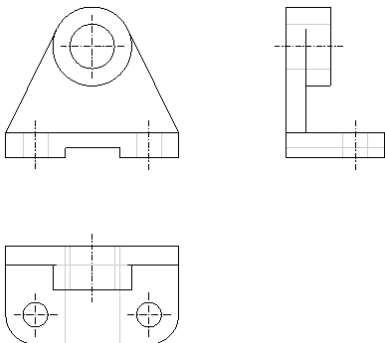
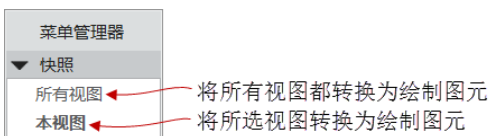
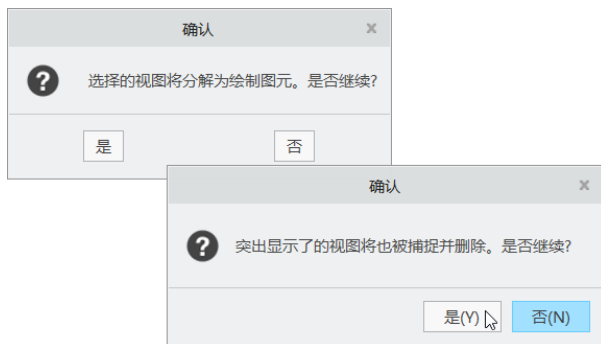

图 12-56 已有的三个绘图视图
图 12-57 “快照”菜单
图 12-58 确认信息
① 在“快速访问”工具栏中单击“打开”按钮，弹出“文件打开”对话框，选择配套文件“bc12_5_7.drw”，然后单击“文件打开”对话框中的“打开”按钮。在该工程图文件中已经存在着图 12-56 所示的三个视图。
② 在绘图中结合〈Ctrl〉键选择这 3 个视图作为要转换为绘制图元的视图。
③ 在功能区的“布局”选项卡中单击“编辑”组溢出按钮，接着从打开的该组溢出命令列表中单击“转换为绘制图元”按钮。
④ 系统弹出图 12-57 所示的菜单管理器。在菜单管理器的“快照”菜单中选择“本视图”选项，接着在依次弹出的两个“确认”对话框中均单击“是”按钮，如图 12-58 所示，从而将所选的视图转换为绘制图元。